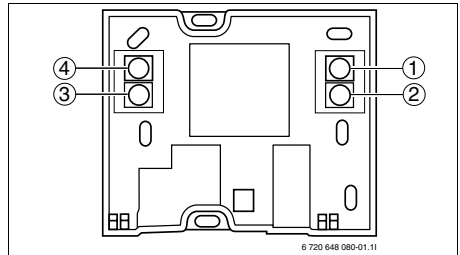

Fig. 46 Connessioni
- Controllare che i quattro cavi siano collegati ai contatti come mostrato in fig. 46.
- Installare il termostato ambiente modulante in base alle indicazioni contenute nelle istruzioni per l'installazione della pompa di calore. Collegare il termostato ambiente modulante secondo lo schema elettrico (fig. 46). Assicurarsi che il corretto collegamento dei cavi +12 V, CANH, CANL e GND sia effettuato ai morsetti della scheda elettronica.